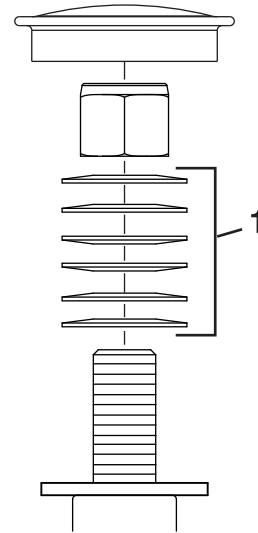

Figure 54
3. Déposez le capuchon protecteur de la roue pivotante et serrez le contre-écrou (Figure 54).
4. Continuez de serrer le contre-écrou jusqu'à ce que les rondelles élastiques soient aplaties, puis desserrez-le d'un quart de tour pour obtenir la précharge correcte des roulements (Figure 54).
Important: Veillez à placer les rondelles élastiques correctement, comme montré à la Figure 54.
5. Reposez le capuchon protecteur (Figure 54).